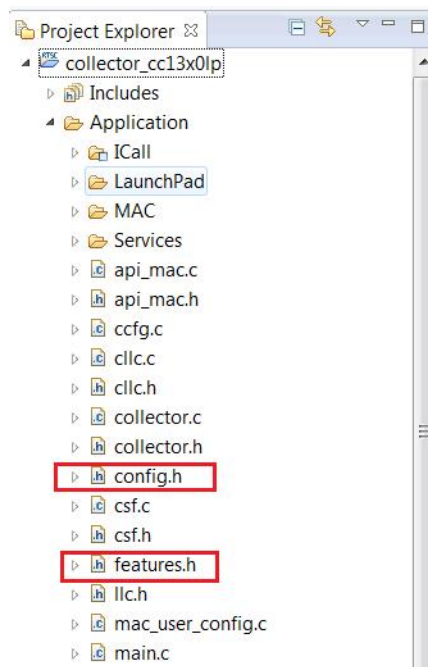

图 4. 找到 config.h 文件
2. 查找 config.h 文件。请参见图 4 了解查找方法。